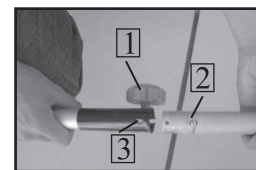

рис.2
6.1 Установка нижней части штанги гибкого вала (рис.2).
6.1.1 Ослабьте барашковую рукоятку 1 (рис.2), откручивая её против часовой стрелки.
6.1.2 Совместите верхнюю и нижнюю части штанги, как показано на рис.2
6.1.3 Соедините верхнюю и нижние части штанги. При этом фиксирующая кнопка 2 (рис.2) должна находиться в отверстии 3 (рис.2) соединительной муфты.